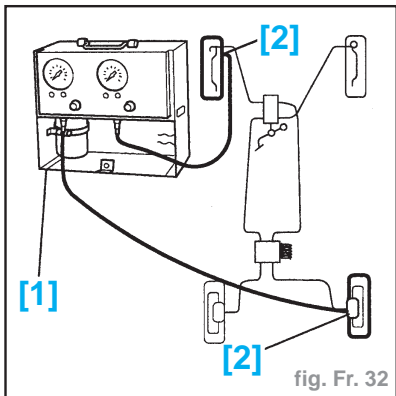

fig. Fr. 32
- Brancher le raccord de prise de pression [2] à la roue avant la plus proche du poste de conduite (fig. Fr. 32).